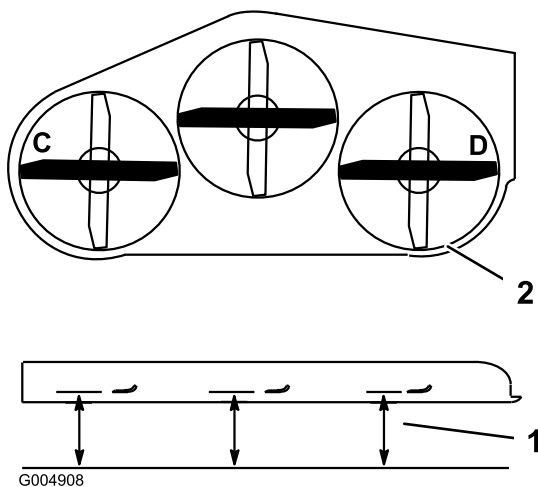
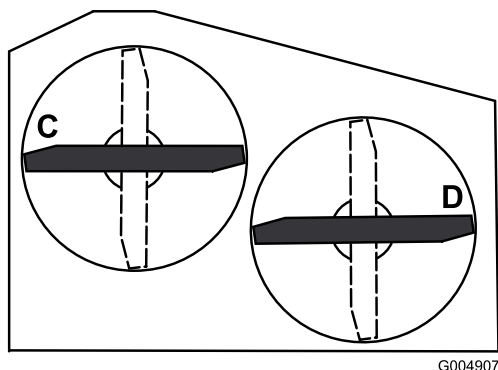

Figure 73
Figure 74
2. Tournez les lames jusqu'à ce qu'elles soient parallèles dans le sens transversal. Mesurez la distance aux points **C** et **D** (Figure 73) entre une surface plane et le bord coupant des pointes des lames. Pour les tabliers de coupe de 36 pouces, reportez-vous à la Figure 74.